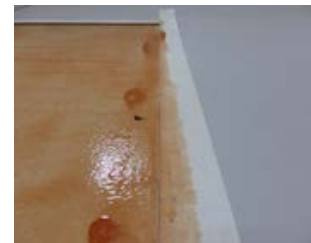

Рисунок 5.14. Защита зоны сварного шва от попадания клеевого состава
5.5.9. Необходимо следить, чтобы клеевой состав не попадал в зону сварного шва. Для дополнительной защиты нахлестов от попадания клеевого состава рекомендуется заклеить свободный край полотна с помощью малярного скотча (рис. 5.14).